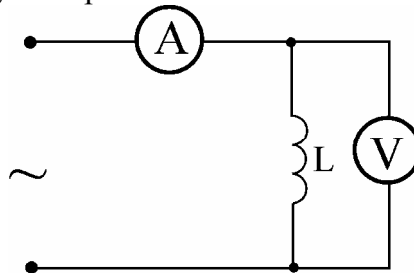
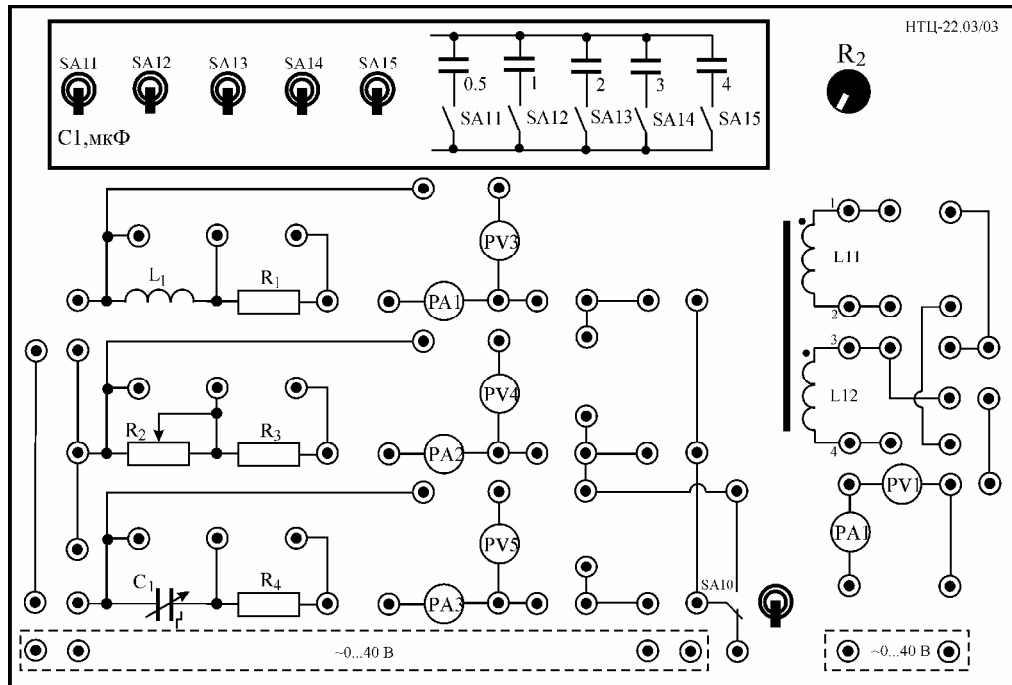
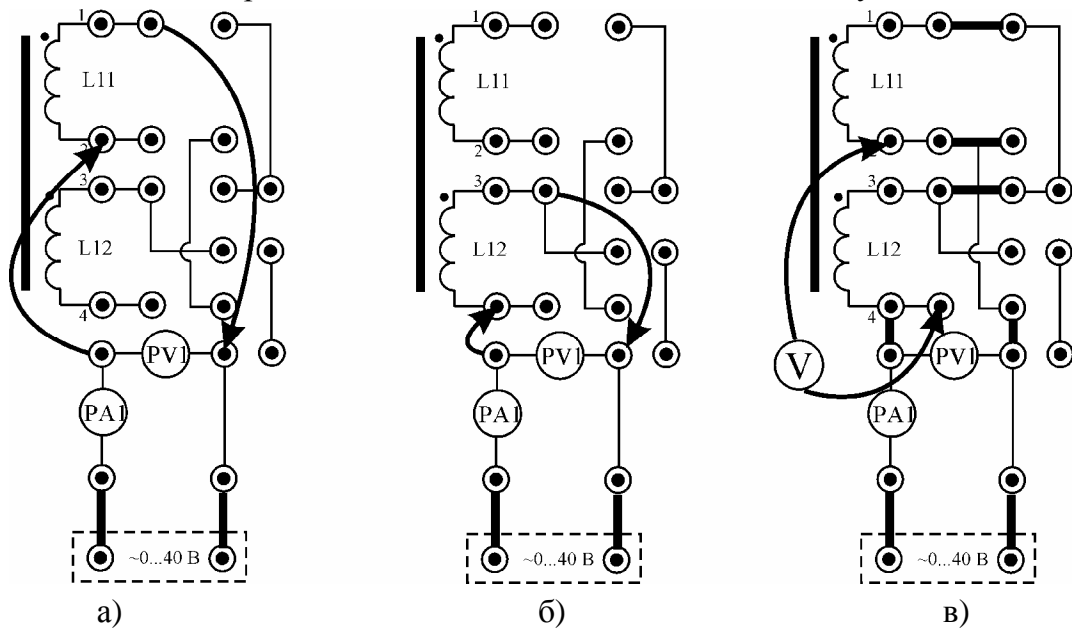

Рис. 4
Рис. 5
Рис. 6.
Параметры реальной катушки можно определить экспериментально. Для этого соберите схему представленную на рис. 4.
2. Собрать схему, как показано на рис. 4 используя монтажную схему (рис. 5). Показания амперметра  $PA1$  и вольтметра  $PV1$  отражаются на панели стенда. В цепь включить катушку индуктивности  $L11$ . При сборке схемы используйте рис. 6 ( а) исследование катушки  $L11$ ; б) исследование катушки  $L12$ ; в) исследование встречного включения магнитосвязанных катушек).